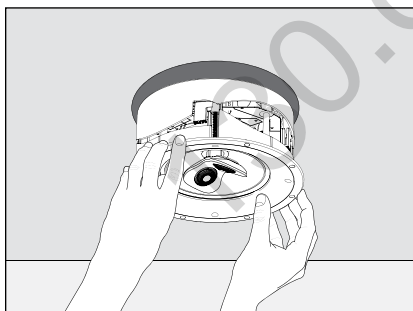

Fig. 3c
- 3) Poussez délicatement le montage dans le trou du plafond ou du mur (Fig. 3c et 4d).